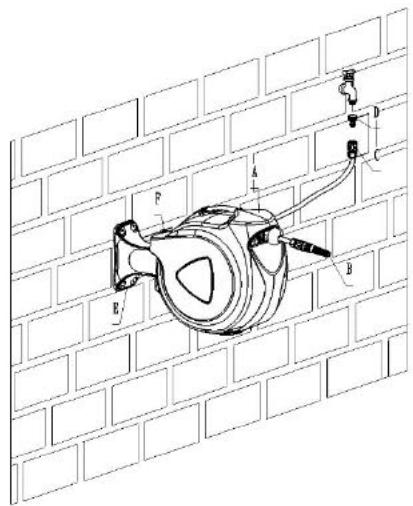

Bild 7
5. Koppla anslutningsslansen till vattenkranen. (*Bild 7*)